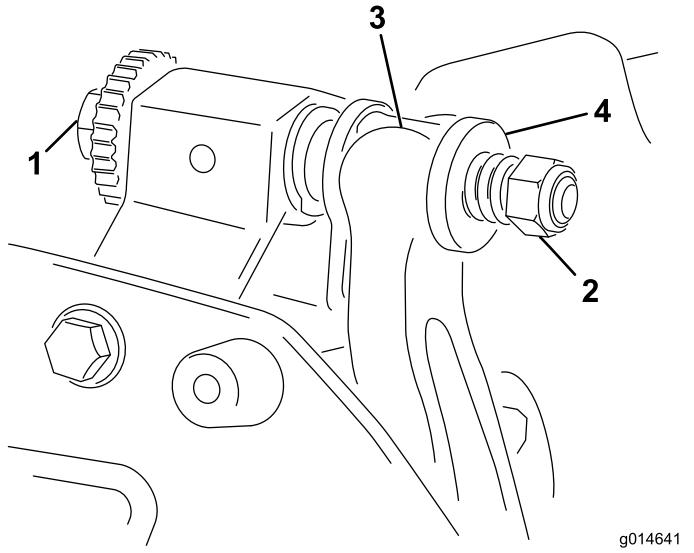

Рисунок 18
- Поверните регулировочный винт планки неподвижного ножа против часовой стрелки, чтобы отвести неподвижный нож от барабана (Рисунок 18).
- Отвинчивайте гайку натяжения пружины до тех пор, пока шайба больше не будет нажимать на планку неподвижного ножа (Рисунок 18).